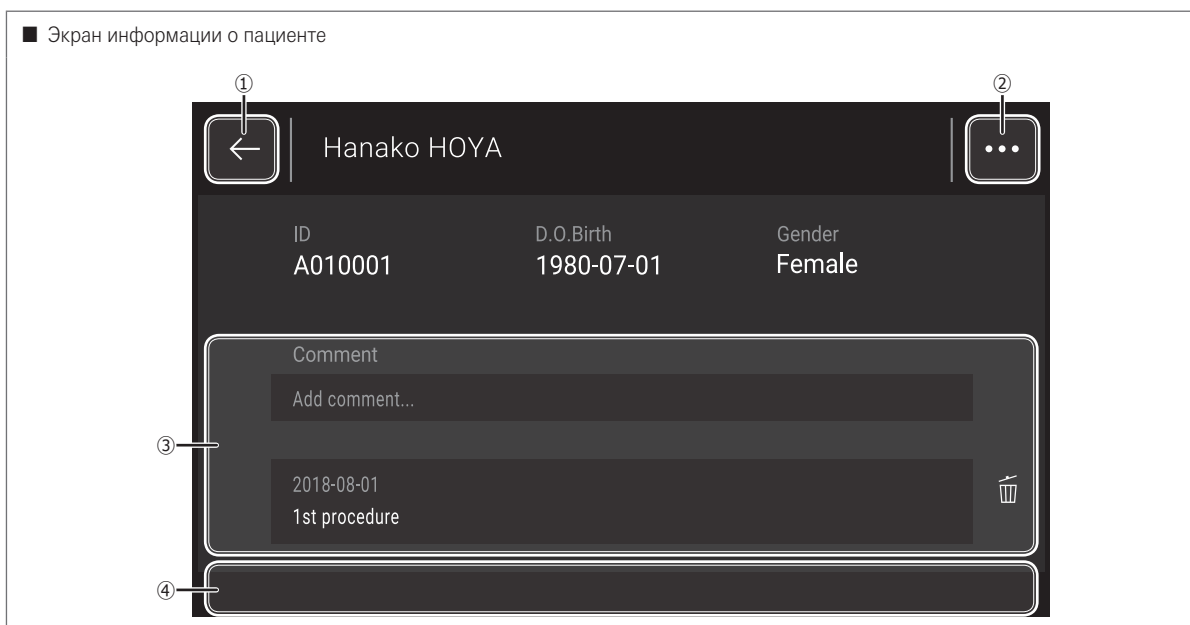

Рис. 5.32
- Если выводится фамилия пациента, отображается экран информации о пациенте. (Рис. 5.32)